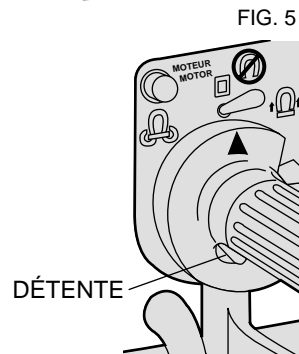

FIG. 5
5. Désactiver l'aimant en enfonçant la détente et en faisant tourner la poignée de commande dans le sens horaire sur 45° (fig. 5).